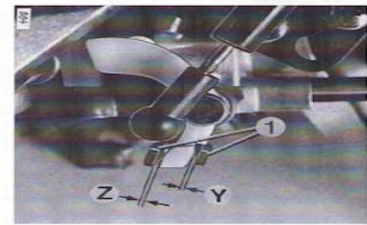

Bild 7
2. Freigabe und Zwangsrücknahme der II.Stufe "Y und Z", siehe Bild 7.